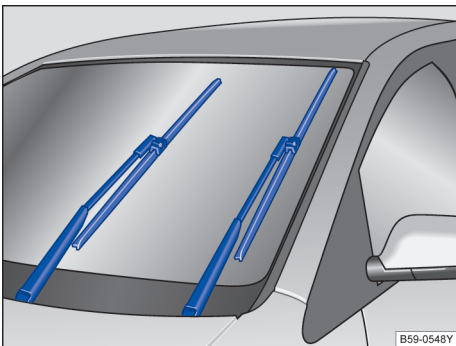

图 196 处于保养位置的刮水片
- 将风窗玻璃刮水器拨杆向下拨至点动刮水位置。使刮水器处于保养位置→图 196。